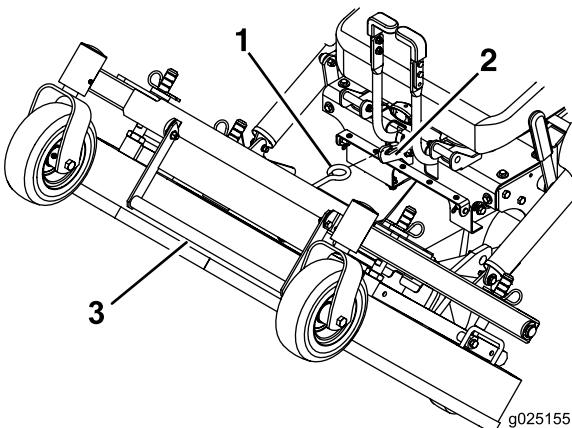

Figura 20
- Usando la barra de elevación de la carcasa, eleve la carcasa y engáñchela en la posición elevada (el enganche está situado en el centro de la parte delantera del asiento) (Figura 20).
- Sujete firmemente la barra de elevación de la carcasa, desenganche el enganche de la carcasa de corte de la máquina y baje la carcasa lentamente al suelo (Figura 20).